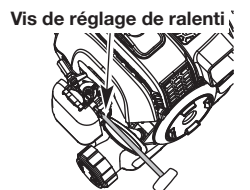

Fig. 33
La vitesse de ralenti du moteur est réglable à l'aide d'une vis de réglage accessible par un trou situé sur le dessus du couvercle du moteur (Fig. 33).
2. Relâchez la manette des gaz et laissez le moteur tourner au ralenti. Si le moteur s'arrête, insérez un tournevis cruciforme entre la couverture du filtre à air et celle du moteur (Fig. 33). Tournez la vis du ralenti dans le sens des aiguilles d'une montre, 1/8 de tour à la fois (selon le besoin) jusqu'à ce que le moteur tourne au ralenti sans à-coups.